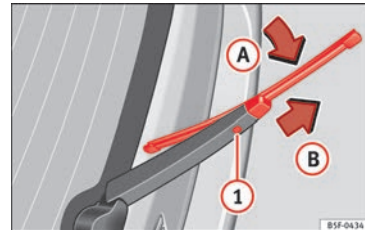

Fig. 79 Cambio de la escobilla de la luneta.
- Pliegue la escobilla por arriba hacia el brazo del limpiaparabrisas » » fig. 79 (flecha A).
- Mantenga presionada la tecla de desbloqueo » » fig. 79 1 tirando de la escobilla en el sentido de la flecha B. Es probable que tenga que emplear mucha fuerza.
- Inserte en el brazo limpiaparabrisas una escobilla nueva **de la misma longitud y tipo**, en sentido contrario a la flecha » » fig. 79 B hasta que encastre. Para ello, la escobilla debe estar en posición recogida (flecha A).